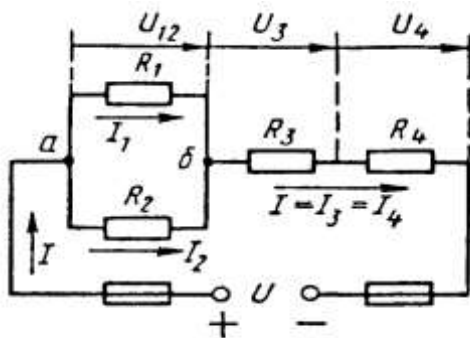

Рис. 1
смешанным соединением состоит из четырех резисторов. Заданы схема цепи (рис. 1), значения сопротивлений резисторов:
2) обозначим токи I_1, I_2, I_3, I_4 на (рис. 1) стрелками и определим их значения из формулы мощности:
Формулировка закона: алгебраическая сумма токов в узловой точке равна нулю. Математическая запись для узла б схемы цепи рисунок 1:
В замкнутом контуре (рис. 1) приложенное напряжение U (аналогично ЭДС при внутреннем сопротивлении источника тока, равном нулю) и падения напряжения